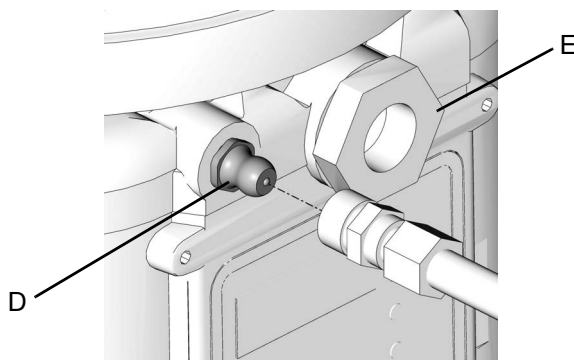

ABB. 13
1. Den Füllschlauch an der Zerk-Einlassverschraubung (D) anschließen (ABB. 13).